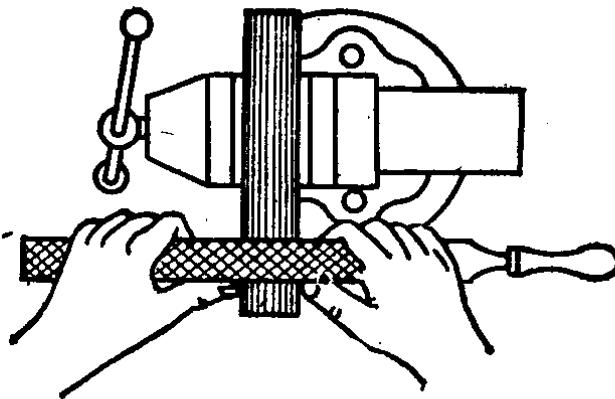

图1-11 推锉
**3. 推锉** 当工件表面已锉平，且加工余量很小时，为了提高表面光洁度和修正尺寸，可用推锉方法，见图1-11。